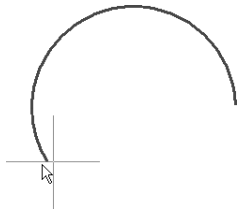

图 3-55 确定圆弧终止点
(4) 此时，光标移到圆弧的另一端，单击鼠标左键确定圆弧的终止点。如图 3-55 所示。一条圆弧绘制完成，系统仍处于绘制圆弧状态，若需要继续绘制，则按上面的步骤绘制，若要退出绘制，则单击鼠标右键或按〈Esc〉键。